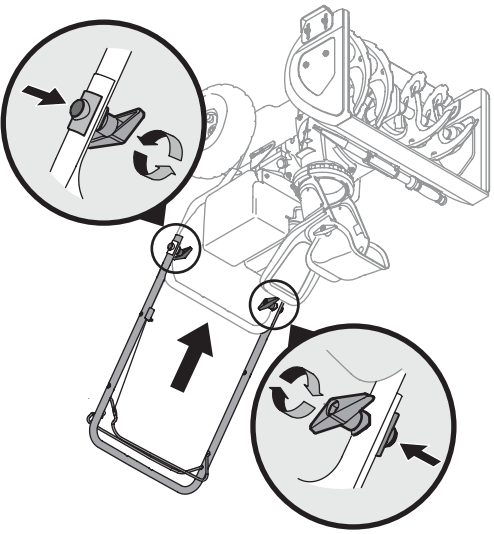

Figure 3
5. Serrez les boutons à oreilles sur chaque côté du guidon. Voir la Figure 3.